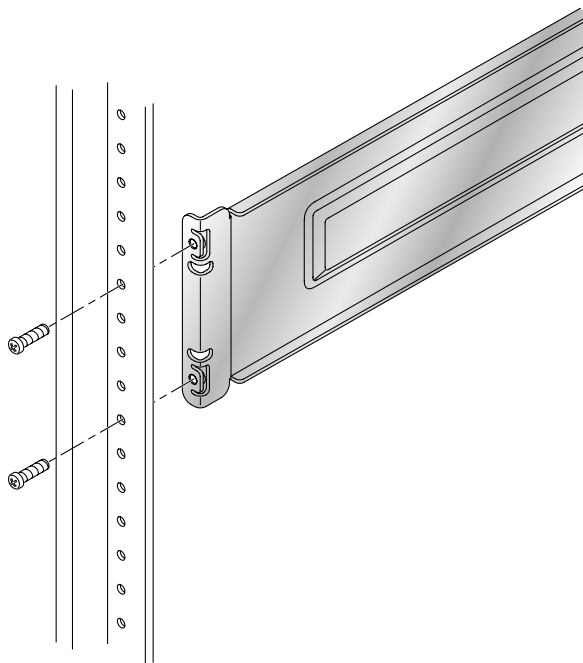

図 7 サイドレールの正面側留め具を取り付け用レールの後ろ側に取り付け
6. Sun Rack 900 の正面から、左サイドレールの正面側留め具を縦方向取り付け用レールの後ろ側に合わせます (図 7)。